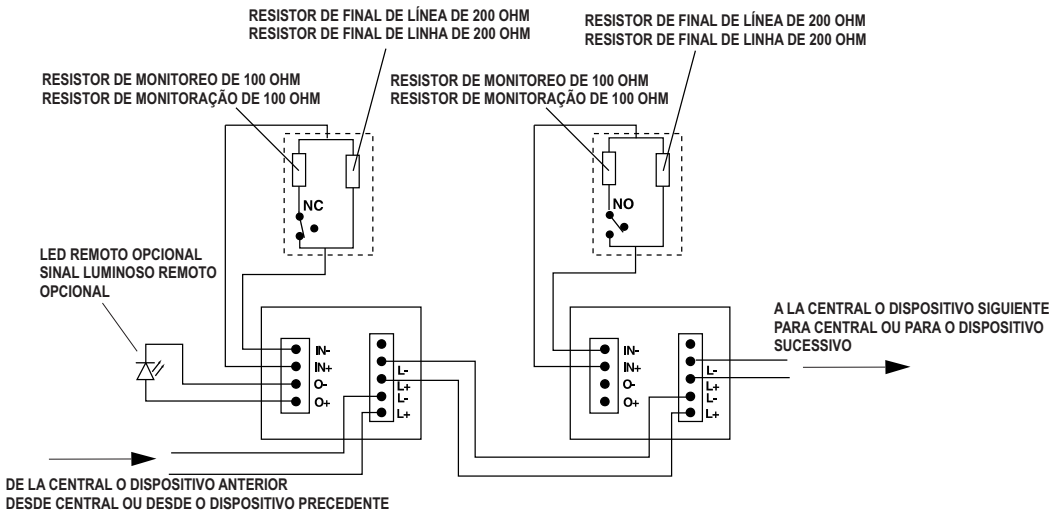

FIG. 2 Esquema de conexión del FC410MIM
- 4) Conectar el contacto monitoreado como se muestra en la Fig. 2.
☞ Consultar Fig.2:
- 4) Ligue o contacto monitorado como indicado na Fig. 2.
☞ Ver Fig. 2: